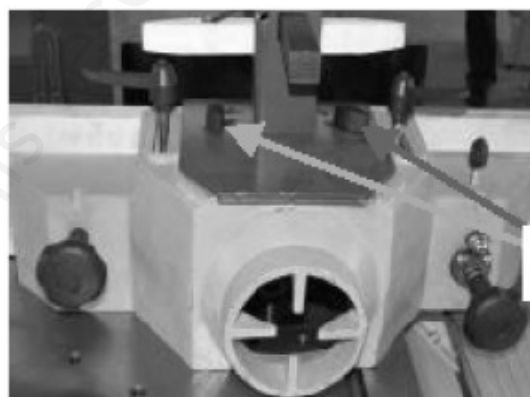

Fig. 19 : Montage de l'outil de fraissage
1. Desserrez les deux poignées de verrouillage (F) pour ouvrir le couvercle (figure 19).